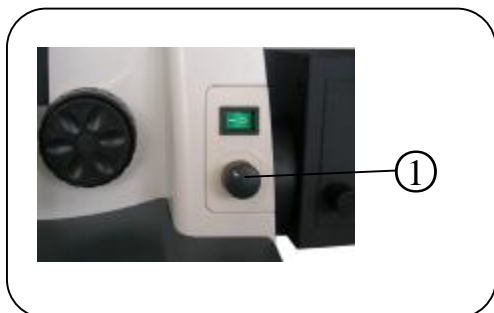
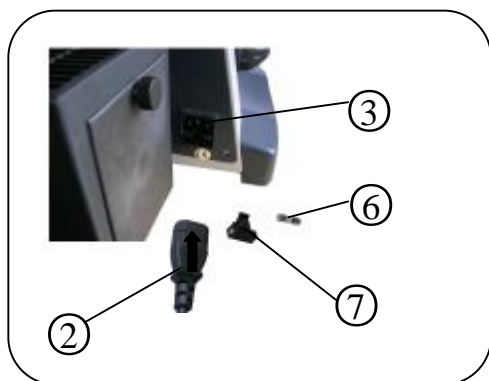
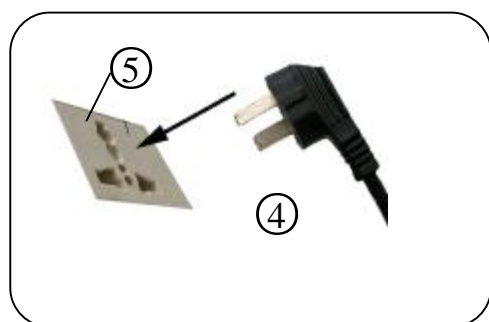

Fig. 21.
Fig. 22.
Fig. 23.
- 1) Afloje el tornillo ① de la parte superior izquierda, sujete la tapa y retírela con cuidado
- 2) La lámpara halógena ② no debe tener huellas en ella; No toque la lámpara directamente con los dedos, utilice guantes o un papel limpio para colocar la lámpara en el portalámparas.
14. Conexión del cable de corriente (Fig. 21. Fig. 22. & Fig. 23)
- 1) Pulse el interruptor ① a la posición "O" (OFF) y tconecte el cable de corriente
- 2) Inserte el enchufe ② en la clavija ③, y asegúrese de que la conexión es buena.
- 3) Inserte el otro extremo del cable ④ en el enchufe de la toma de corriente ⑤
15. Cambio de fusible (fig.22)